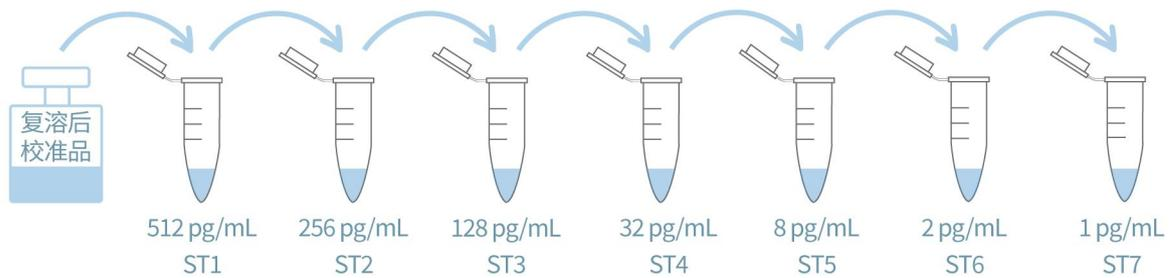

图 3 校准品稀释操作示例
- 校准曲线配制: 参照图 3 和表 3 对校准品进行梯度稀释。